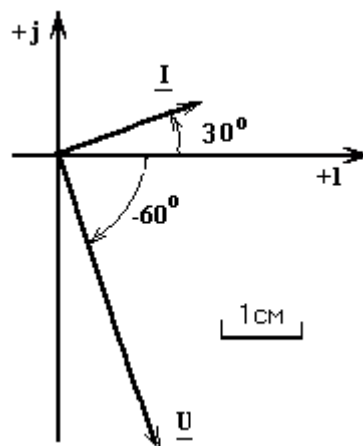

Рисунок 2.7
6. Строим векторную диаграмму комплексных напряжения $\underline{U}$ и тока $\underline{I}$ (рисунок 2.7).